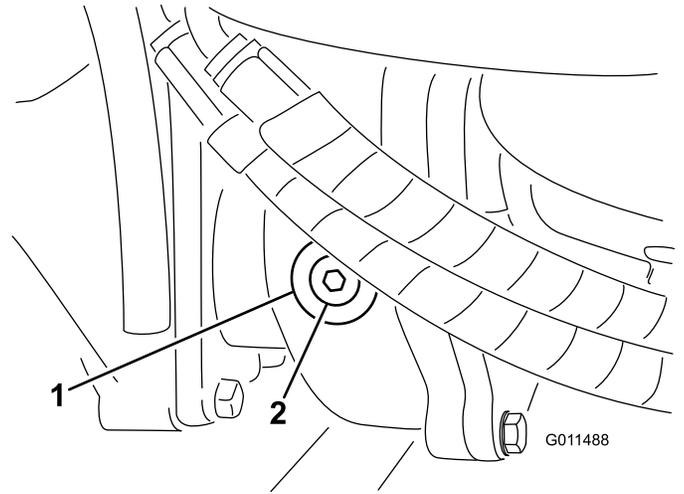

Figure 74
2. Enlevez le bouchon de contrôle/remplissage du côté gauche du boîtier d'engrenages et vérifiez que le lubrifiant atteint la base de l'orifice (**Figure 74**).